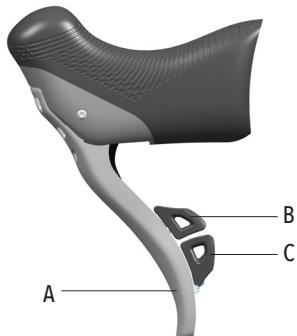

Fig.7
- A - Leva del freno (Fig.7)
- B - Leva superiore (Fig.7)
- C - Leva inferiore (Fig.7)
L'azionamento della leva A (Fig.7) determina il funzionamento del freno: verificate, azionando ciascun comando, a quale ruota corrisponda tale azionamento.